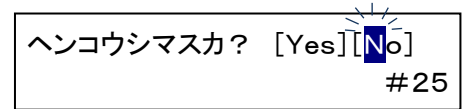

図 9-2 変更確認画面
- ・ 設定・変更後に確認画面が表示されます。(図 9-2)